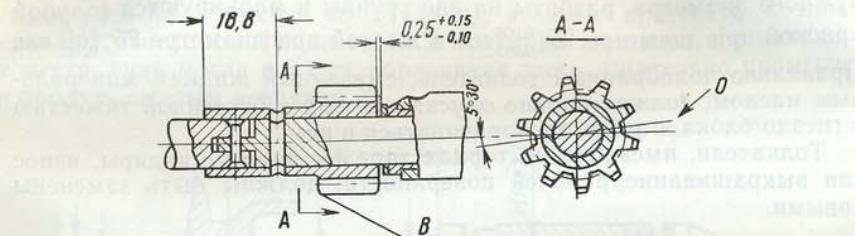

Рис. 59. Положение шестерни привода на валике:
2. Соединив валик 7 привода распределителя с промежуточным валиком 3 привода масляного насоса и надев на него упорную шайбу 10, напрессовать шестерню на валик, выдержав зазор между упорной шайбой и шестерней привода распределителя 0,25^{+0,15}_{0,10} мм (рис. 59). При этом необходимо, чтобы середина впадины между двумя зубьями на торце В была смещена относительно оси шлица валика на 5° 30' ± 1° как показано на рисунке 59.
3. Отверстие в шестерне и валике под штифт сверлить диаметром 4^{+0,03}_{-0,05} мм, выдерживая расстояние от оси отверстия до торца шестерни 18,8 ± 0,15 мм (рис. 59).